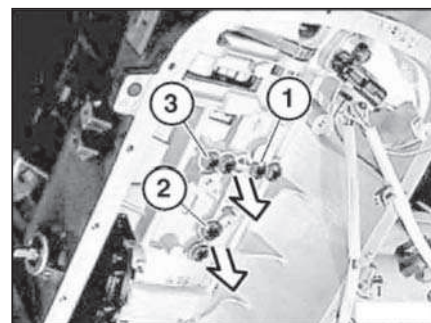

Рис. 12.45. Прокладки
- В АКПП A5S 360R вынуть уплотнительные прокладки (1, 2 и 3 рис. 12.45), смазать новые прокладки маслом для АКПП и установить их.